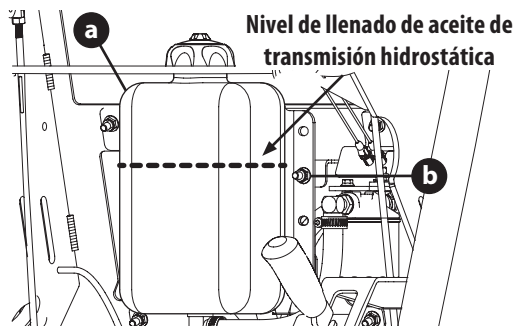

Fig. 26
- Localice el depósito de aceite de la transmisión hidrostática (a) detrás del motor bajo el panel de control (Fig. 26).
- Compruebe que el nivel del depósito de aceite de la transmisión hidrostática está por encima de los pernos de montaje del depósito superior (b) (Fig. 26).
7. Agregue aceite de la transmisión hidrostática hasta el nivel de los pernos de montaje superiores del depósito (Fig. 26 a la página 57).